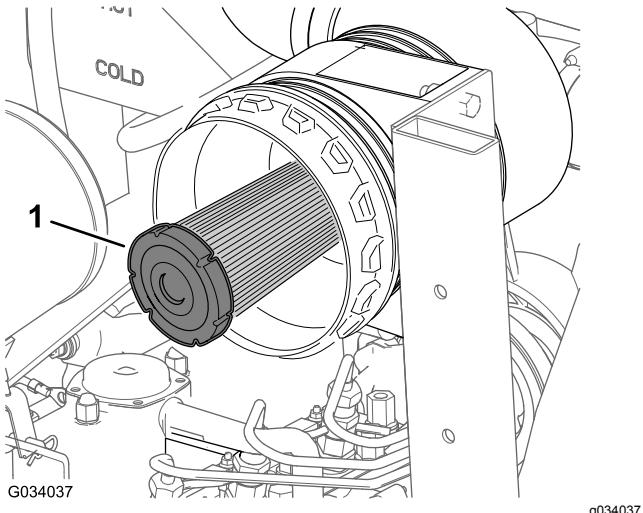

Bild 44
2. Überprüfen Sie den Sicherheitsfilter auf Staub und Schmutz (Bild 44).
**Wichtig:** Versuchen Sie nie, den Sicherheitsfilter zu reinigen (Bild 44). Tauschen Sie den Sicherheitsfilter bei jeder dritten Wartung des Hauptluftfilters aus.